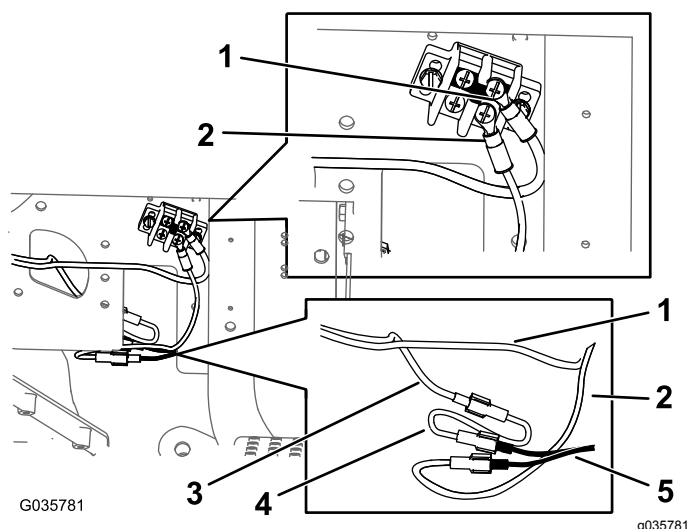

Figura 15
di terra sulla morsettiera di messa a terra (Figura 15).
D. Collegate il cablaggio dell'adattatore di alimentazione al cablaggio preassemblato (Figura 15).